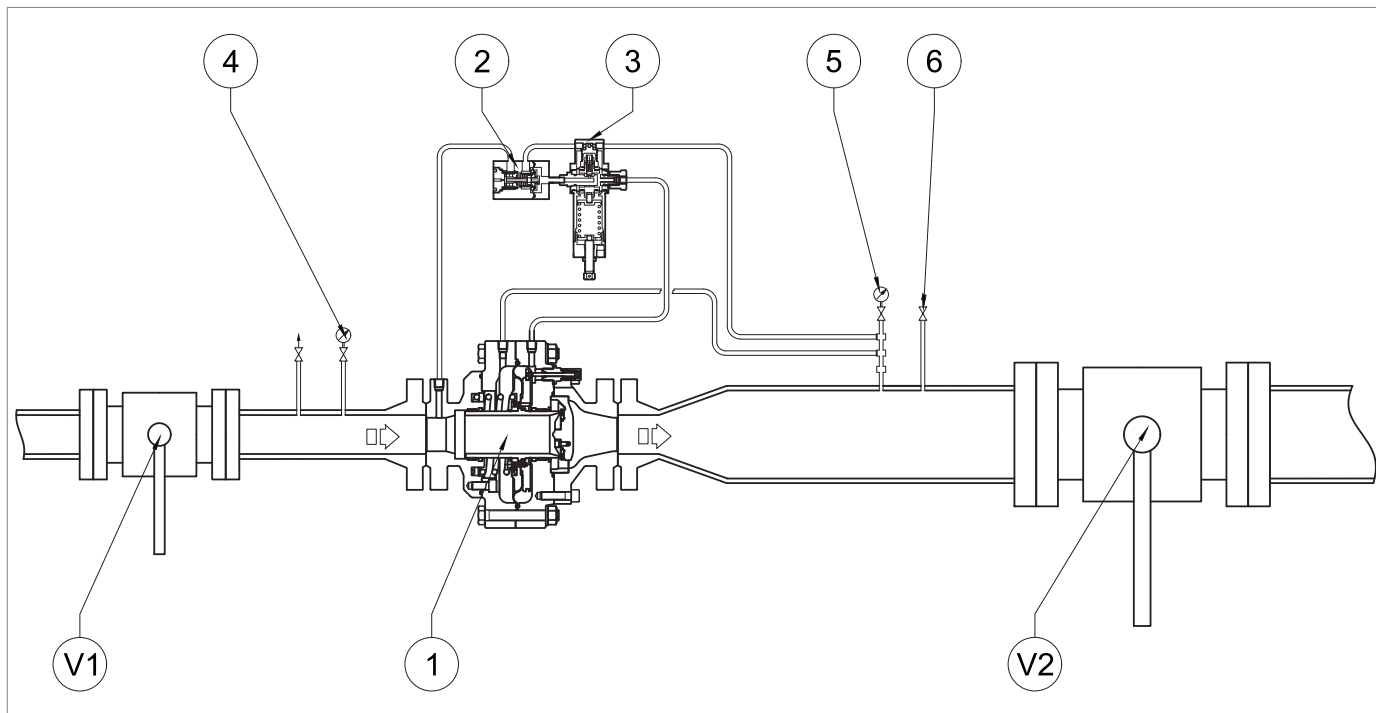

Fig. 8.24. Messa in servizio del regolatore ASX 176
1	<p>Aumentare la pressione di valle fino al valore di intervento della valvola di blocco, agendo sul regolatore principale, per verificare la corretta taratura.</p> <div style="border: 1px solid blue; padding: 2px;"> <p>! AVVISO!</p> </div> <p>Controllare la pressione facendo riferimento al manometro (Fig. 8.24, rif. 5) posto a valle del regolatore principale. Se la valvola di blocco:</p> <ul style="list-style-type: none"> • interviene prima del valore di pressione previsto: avvitare (senso orario) la ghiera di regolazione (13) così da comprimere maggiormente la molla (11); • non interviene al valore di pressione previsto: svitare (senso antiorario) la ghiera di regolazione (13), così da scaricare la molla (11).
2	Diminuire la pressione del tratto di valle aprendo lo sfiato (Fig. 8.24, rif. 6) per portarla fino al valore di taratura del regolatore principale.
3	Chiudere lo sfiato (Fig. 8.24, rif. 6).
1	Aprire lo sfiato (Fig. 8.24, rif. 6) in atmosfera e tenerlo aperto per le fasi successive.
2	<p>Diminuire la pressione a valle fino alla pressione minima richiesta di intervento del blocco, agendo sul regolatore principale.</p> <div style="border: 1px solid blue; padding: 5px;"> <p>! AVVISO!</p> <p>Controllare la pressione facendo riferimento al manometro di valle (Fig. 8.24, rif. 5).</p> <p>Se la valvola di blocco:</p> <ul style="list-style-type: none"> • interviene prima del valore di pressione previsto: svitare (senso antiorario) la ghiera di regolazione (15) così da scaricare la molla (17); • non interviene al valore di pressione previsto: avvitare (senso orario) la ghiera di regolazione (15), così da comprimere maggiormente la molla (17). </div>
5	Riaprire lo sfiato (Fig. 8.24, rif. 6).